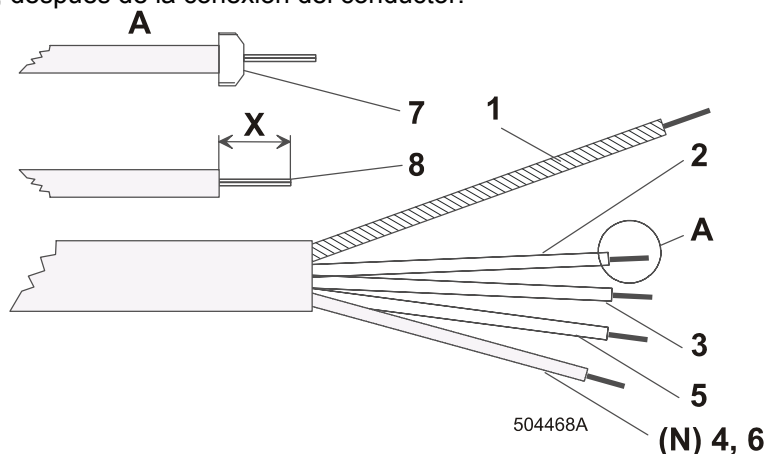

Fig. 4.4.D Preparación del cable de entrada
Para la conexión utilicen el cable o sea un cordón con los conductores de cobre. Los extremos de los conductores prepárenlos de tal manera como está indicado en la fig. 4.4.D. El conductor del color verde-amarillo (protector) déjenlo siempre un poco más largo, para que en un arranque eventual del cable, se desconecte como el último. En caso de emplear un cable (conductores duros de cobre), desaislen los alambres individuales sólo tanto que después de conectar el conductor sobre el aparato, no salga del borne la parte desaislada (7 - cota X). Al emplear el cordón (conductores empalmados de cobre), pues los alambres individuales pueden desaislarlos igualmente que en un cable o bien utilicen los tubos de prensa (6). En tal caso tienen que usar un tubo con el cuello aislado, para que sea imposibilitado un contacto con la parte viva (bajo tensión), después de la conexión del conductor.